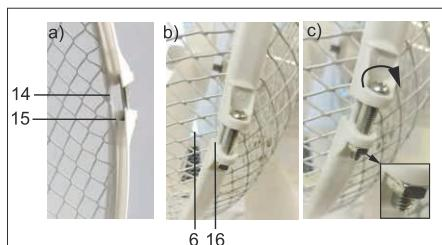

Fig.65: Montage voorste beschermrooster
9. Pak de bevestigingsband (7) aan de uiteinden vast.
10. Steek de kruiskopschroef met de lenskop (8 a) door de beide ogen (15) en fixeer deze met de schroefmoer (8b). *De kruiskopschroef mag daarbij minimaal erin zijn gedraaid en moet afsluitend met de schroefmoer aansluiten.*
11. Trek de ring die zo is ontstaan, op de rand van het achterste beschermrooster (14).
De rand van het beschermrooster moet dan in de achterste groep (15) van de bevestigingsband zitten. Afb. 65 a).
12. Plaats het voorste beschermrooster (6) in de voorste groef (16) van de bevestigingsband zitten. Afb. 65 b).
13. Draai de kruiskopschroef met een kruiskopschroevendraaier met de wijzers van de klok mee verder dicht. Afb. 65 c).